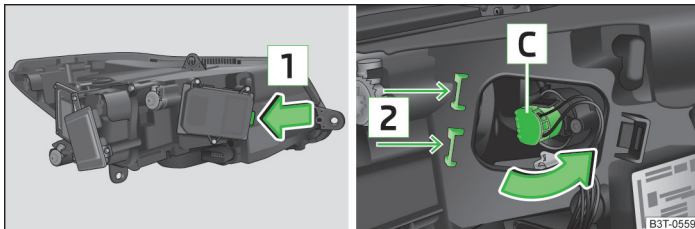

Abb. 207 Scheinwerfer mit Xenon-Licht: Glühlampe für Fernlicht wechseln
- › Die Schutzkappe in Pfeilrichtung » Abb. 207 entriegeln und abnehmen.